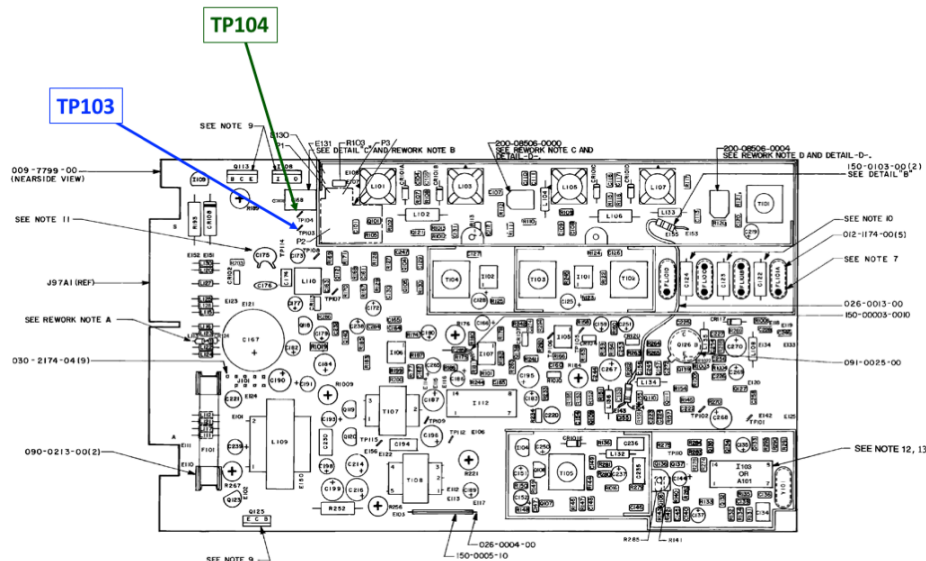

Figure 6.3.2.
- ❑ Brancher la borne positive du multimètre au point TP104 de la radio (voir figure 6.3.2. ci-dessous) :